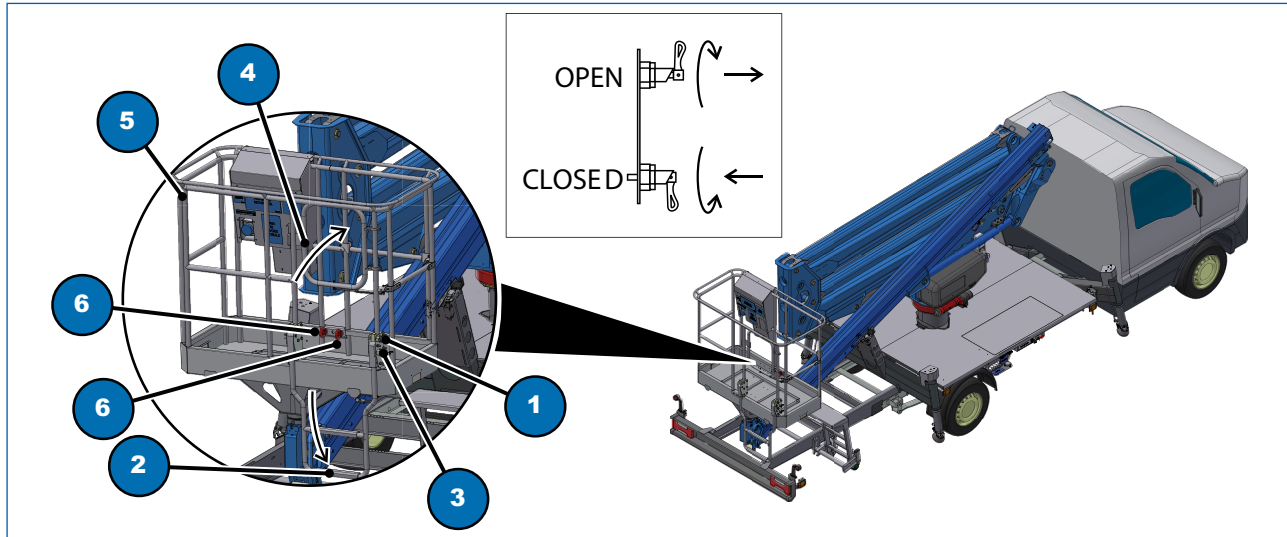

Fig. 15.3
- 1) Ruotare la leva di sicurezza superiore (Fig. 15.3, 1) che blocca la scala di accesso alla piattaforma di lavoro
- 2) Ruotare la scala di accesso (Fig. 15.3, 2) verso l'esterno della piattaforma di lavoro
- 3) Ruotare la leva di sicurezza inferiore (Fig. 15.3, 3) per bloccare la scala di accesso
- 5) Aprire il cancelletto di accesso alla piattaforma di lavoro (Fig. 15.3, 4)
- 6) Entrare nella piattaforma di lavoro (Fig. 15.3, 5) e verificare la chiusura del cancelletto di accesso
- 7) Agganciare il moschettone dell'imbracatura in uno degli appositi punti di ancoraggio certificati (Fig. 15.3, 6)
- 8) Ruotare la leva di sicurezza inferiore (Fig. 15.3, 3) per sbloccare la scala di accesso
- 9) Ruotare la scala di accesso (Fig. 15.3, 2) verso la piattaforma di lavoro
- 10) Ruotare la leva di sicurezza superiore (Fig. 15.3, 1) che blocca la scala di accesso alla piattaforma di lavoro